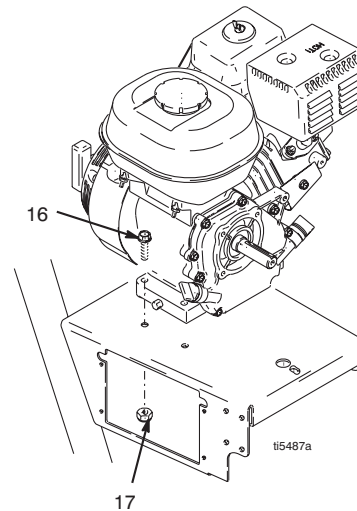

FIG. 13
3. FIG. 13. Enlever les deux écrous (17) et vis (16) de l'embase du moteur.
2. FIG. 13. Mettre deux vis (16) en place sur l'embase du moteur et les freiner avec des écrous (17). Serrer à 26 ft-lb (22,6 N·m).
1. Fig. 13. Retirer les deux vis (71) et rabattre le boîtier (130a).